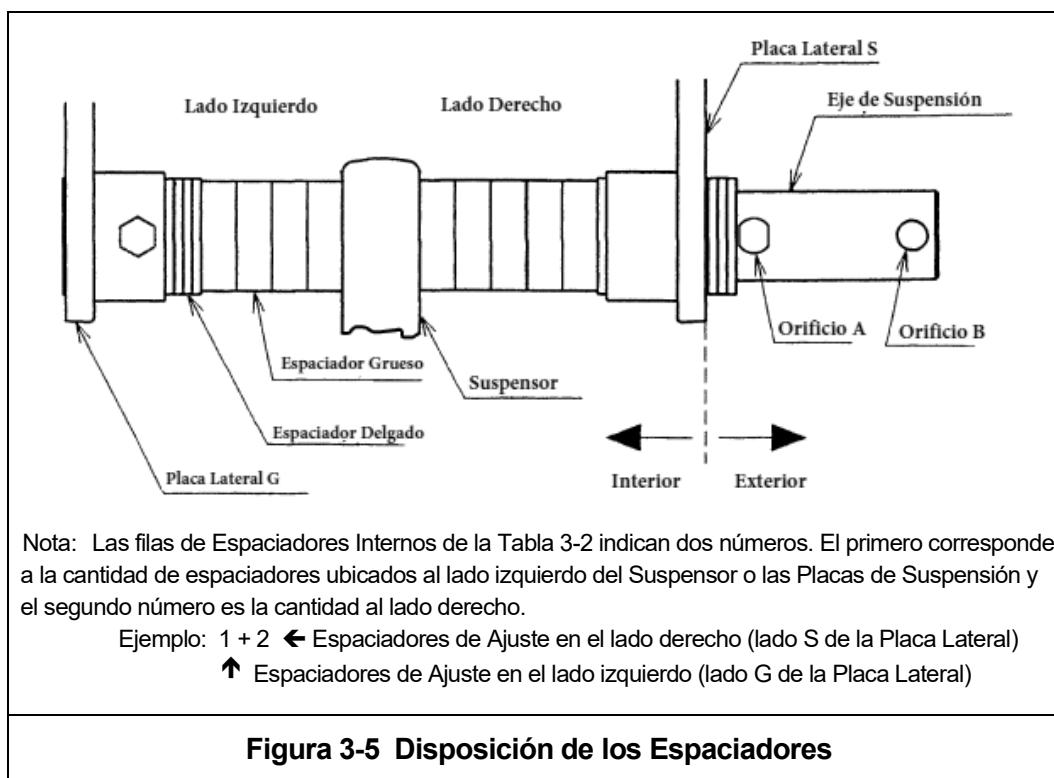

Figura 3-5 Disposición de los Espaciadores
- 4) Consultando la Figura 3-5, la Tabla 3-1 y la Tabla 3-2, instale los Espaciadores de ajuste internos y el Suspensor (con el polipasto/tecle) en el Eje de Suspensión. Utilice todos los Espaciadores incluidos con el trole. Si el ancho de la viga no se indica en la Tabla 3-2, utilice el tamaño inmediatamente inferior y realice los ajustes según la Sección 3.2.6.